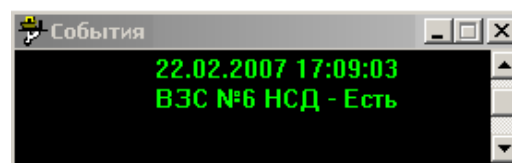

Рис. 9
6.3. Внешний вид окна событий представлен на **рис. 9**. В этом окне показывается дата, время и описание текущего события. Более ранние записи событий сдвигаются вверх, и посмотреть их можно, переместив указателем мыши бегунок полосы прокрутки вверх.